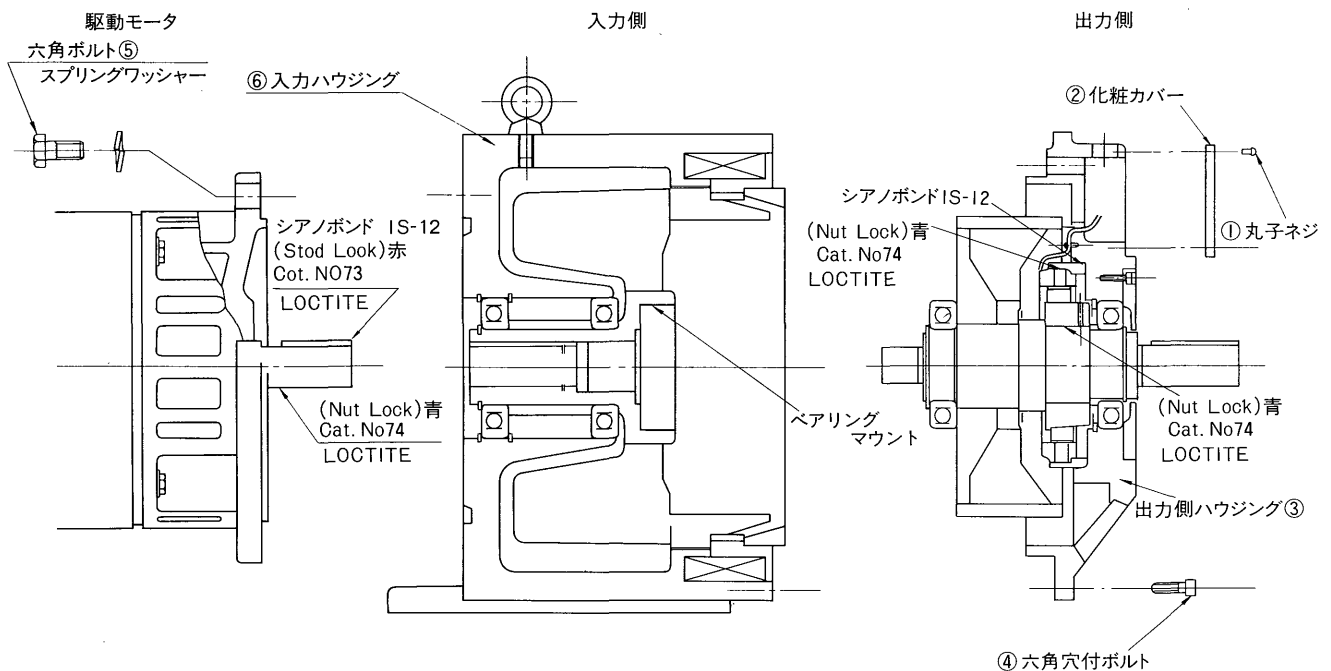

図11 EDM型構成要素と分離
①組立は分解手順の逆で行ないますが、各ベアリングに負担のかからないよう注意して挿入してください。
②1度分解されましたら基本的に、各ベアリングは新しいものを取り付けるようにしてください。
③ベアリングの嵌合部はよくふきとり、清浄な状態にしてから挿入するようにしてください。
④各嵌合部には接着剤を使用しております。各仕様について、図11（7ページ参照）に示すとおりですので、処理を施してから組立てるようにしてください。